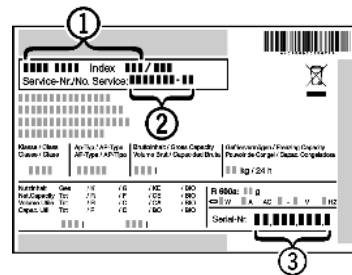

Fig. 49
- ▶ Označení přístroje *Fig. 49 (1)*, servisní číslo *Fig. 49 (2)* a sériové číslo *Fig. 49 (3)* naleznete na typovém štítku. Identifikační typový štítek je umístěn na levé vnitřní stěně přístroje.